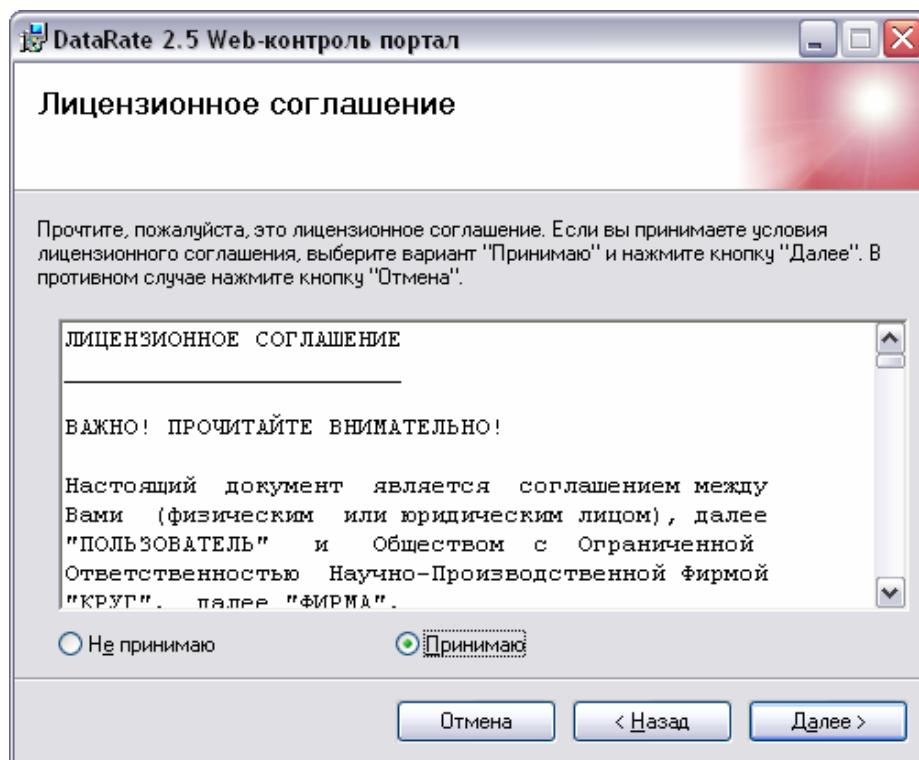

Рисунок 8 - Окно лицензионного соглашения **Web-контроль портала**
6) Прочитайте лицензионное соглашение **Web-контроль портал**, выберите «**Принимаю**» (рисунок 8), следуйте указаниям инсталлятора (нажимайте «**Далее>**»)